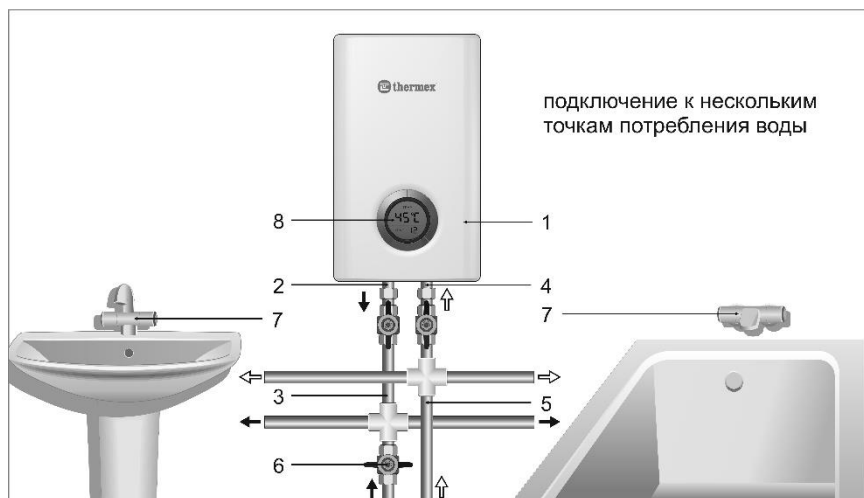

Рисунок 3. Схема подключения ПЭВН к водопроводу
4. Для выключения водонагревателя нужно закрыть кран горячей воды на смесителе (п. 7, Рис.3), датчик давления автоматически разомкнет цепь подачи электроэнергии к нагревательному элементу, при этом экран на лицевой панели
погаснет (п. 8, Рис.3). Установленные температурные настройки сохраняются при последующем включении.